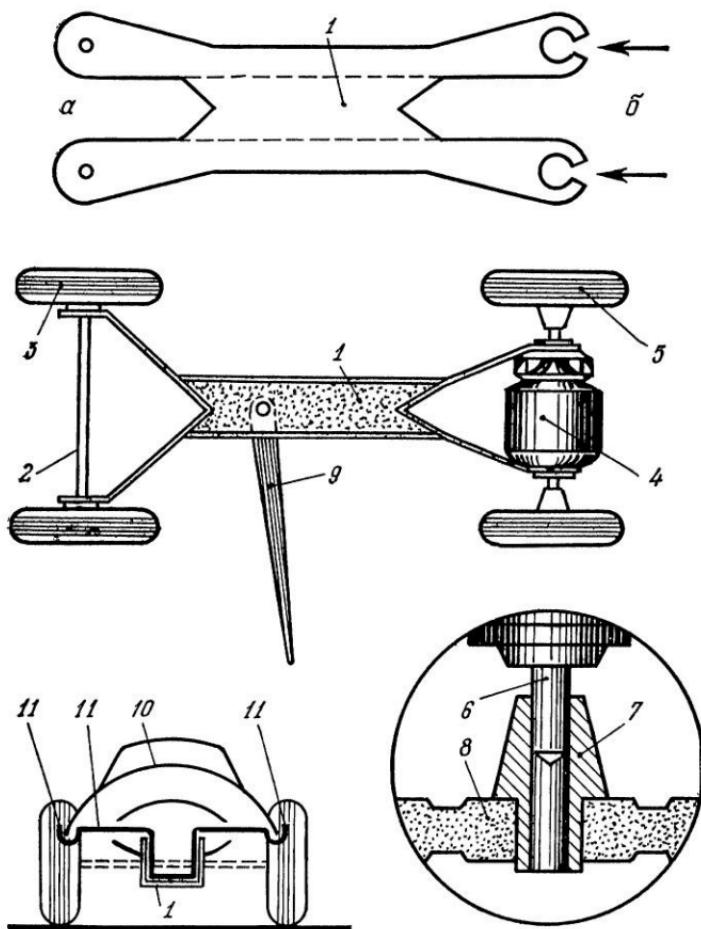

Рис. 67. Детали модели (шасси и поперечный разрез)
Постройку модели начинают с вырезания рамы (шасси) (рис. 67) из алюминиевой пластиинки по шаблону (1), в соответствии с размерами имеющегося двигателя.
Края (1) и (2) склеивают в виде овального воздухоотводчика. Края (3) и (4) обжимают концами жестянной полоски (поз. 11 на рис. 67), обжимающей, в свою очередь, продольную балку (лонжерон) рамы (1) в ее средней части.